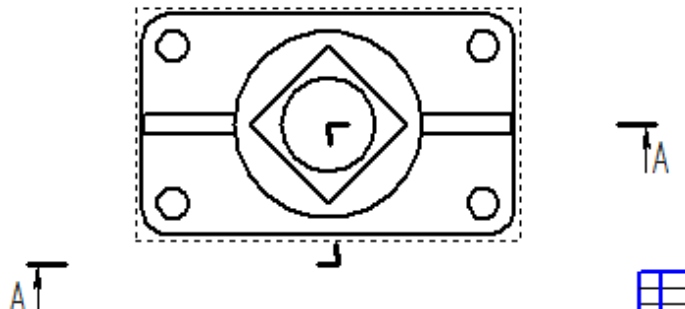

Рисунок 4.29 – Призначення січної площини
4. За допомогою команди  «Линия разреза/ Сечения» на панелі  «Обозначения» будуємо лінію січної площини А-А (рис. 4.29).